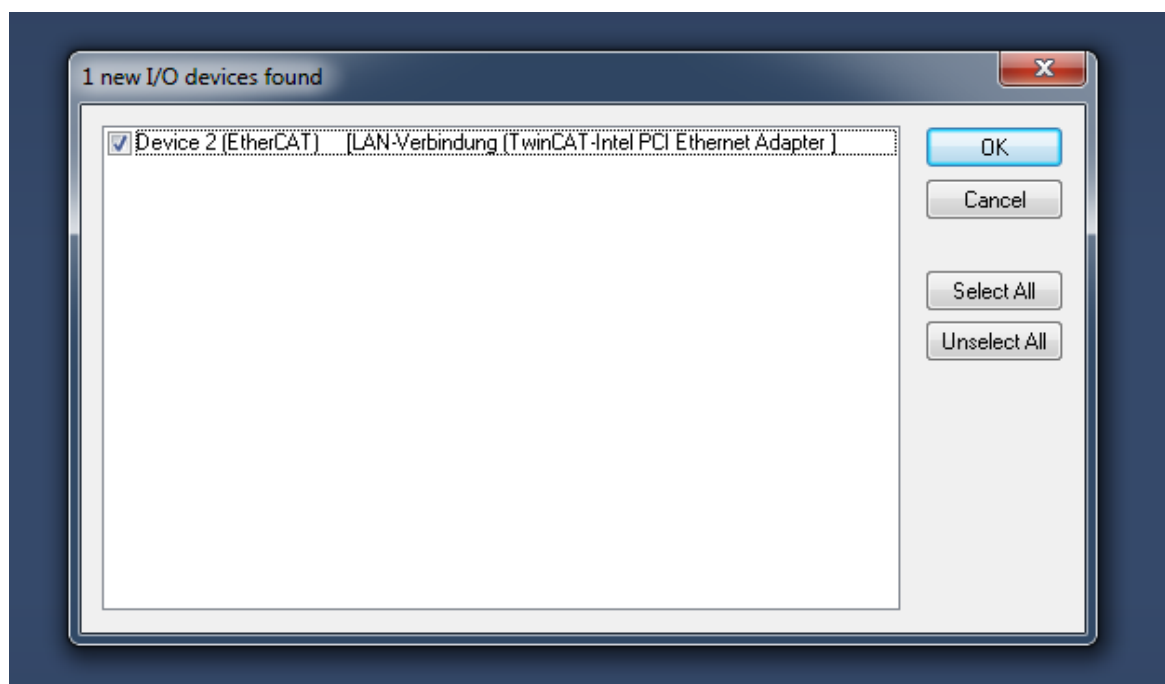

Abbildung 6.3: TwinCAT – IO devices
- Wählen Sie Ihre TwinCAT fähige Netzwerkkarte aus (s. Abbildung 6.3)